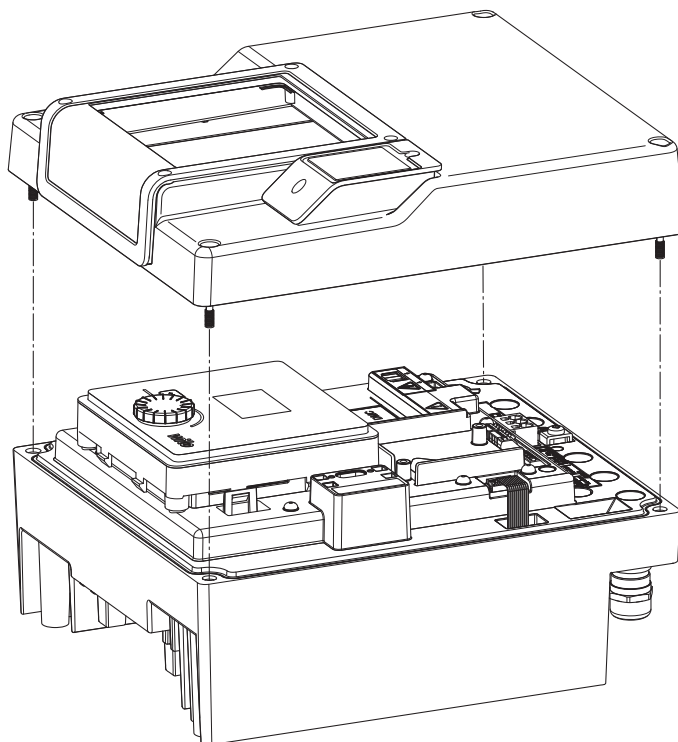

Fig. 45: Az elektronikamodul burkolatának felnyitása
- Nyissa fel az elektronikamodul burkolatát. (Fig. 45).